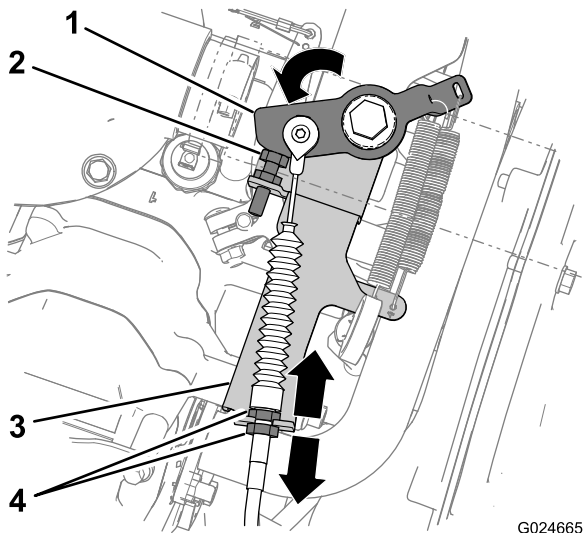

Figura 87
- Allentate il controdado interno del cavo dell'acceleratore e serrate il controdado esterno per ridurre lo spazio (Figura 87).
- Allentate il controdado esterno del cavo dell'acceleratore e serrate il controdado interno per aumentare lo spazio (Figura 87).
4. Accertatevi che i controdadi del cavo dell'acceleratore siano serrati (Figura 87).